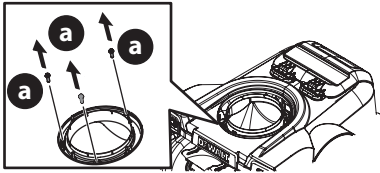

Figura 6
1. Extraiga los tornillos de arandela hexagonal (a) de la base del canal (Figura 6).